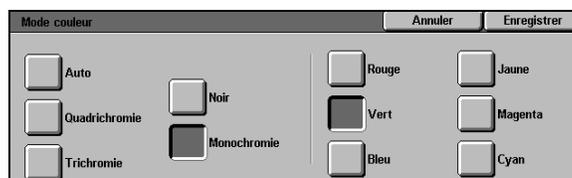

Figure 8 : Écran Mode couleur avec option Monochromie sélectionnée
- 1 Dans l'onglet Fonctions standard, appuyez sur **Suite...** afin d'accéder à l'écran Mode couleur (voir la figure 8).